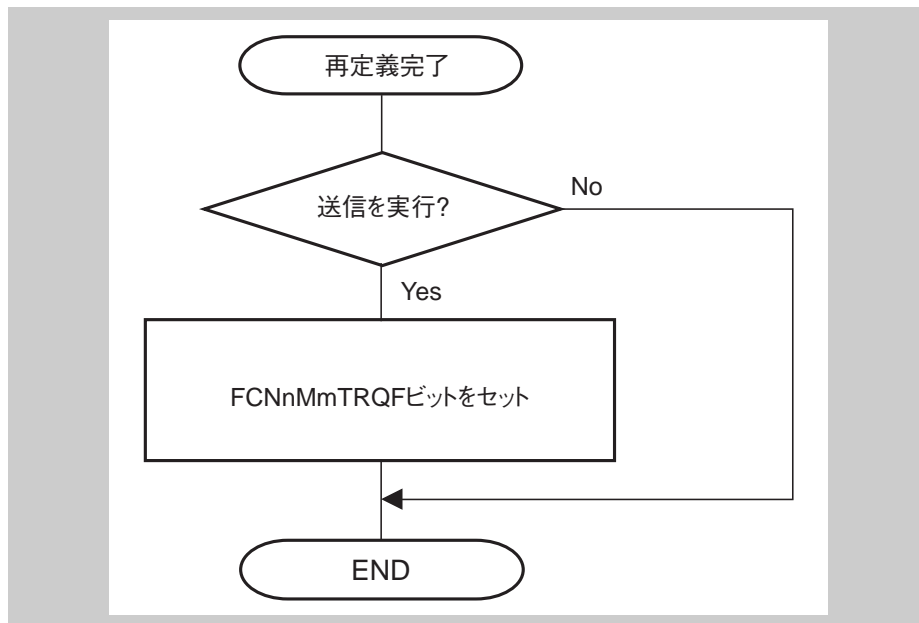

図 26-5 再定義後の送信メッセージ・バッファに対する送信要求の設定 (FCNnMmCTL.FCNnMmTRQF)
2. メッセージが送信されると、送信要求が設定された個々の送信メッセージ・バッファで設定されている ID、IDE および FCNnMmSTRB.FCNnMmSSRT に従って送信優先度をチェックします。優先度の最も高い送信メッセージ・バッファが選択され、送信に使用されます。図 26-5 「再定義後の送信メッセージ・バッファに対する送信要求の設定 (FCNnMmCTL.FCNnMmTRQF)」の手順を守らないと、優先度の最も高い ID を持つメッセージが再定義後に送信されないことがあります。